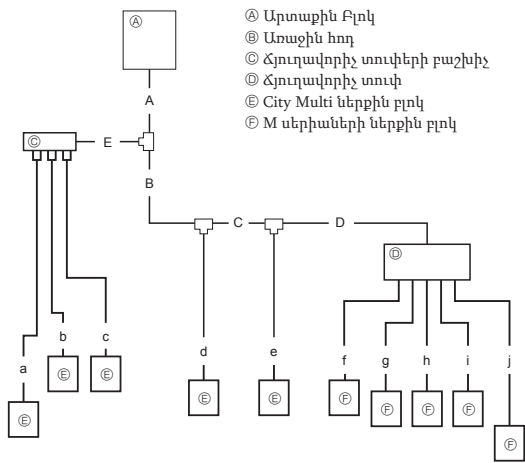

Fig. 4-7
4.1.3-4 խողովակի չափսի ընտրություն (Fig. 4-7)